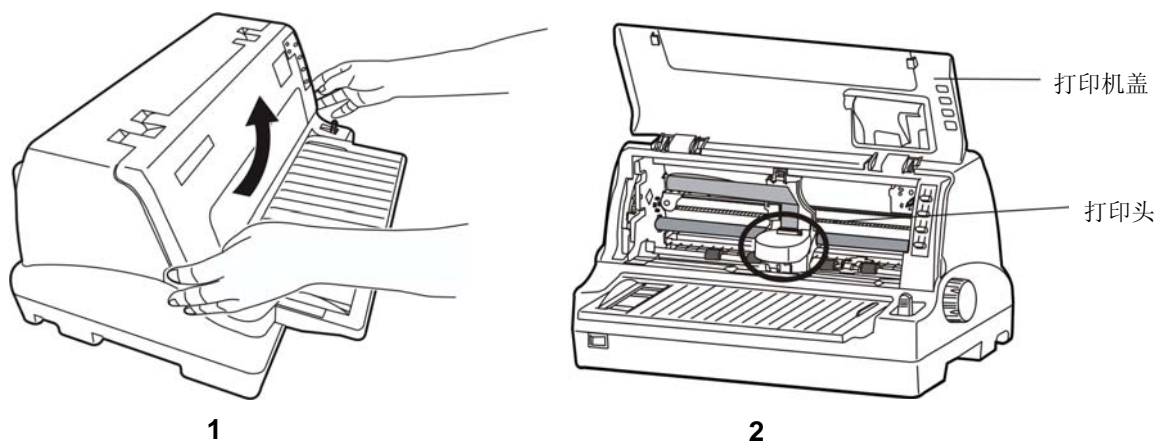

图 2-8 打开打印机盖
2. 用双手按住打印机盖左右两侧的凹位向上打开打印机盖（如图 2-8 所示）。
3. 将打印头移到中间位置（如图 2-8 〈2〉所示）。